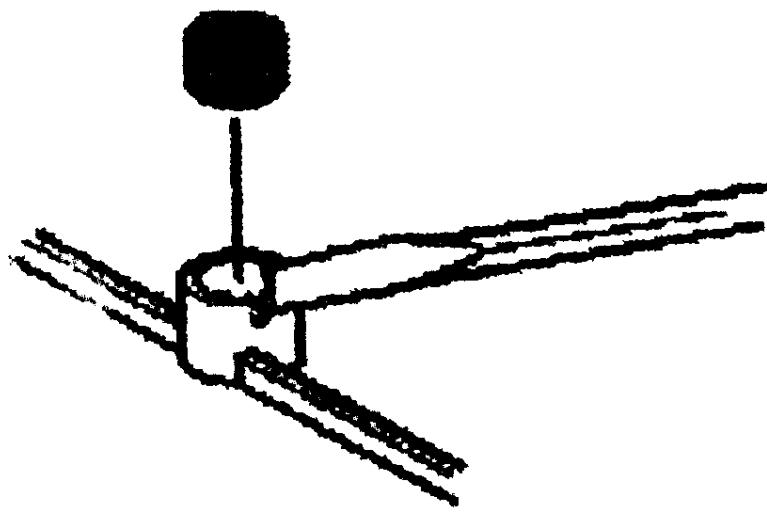

图8 送话器组件拆卸
9. 用一个改锥或类似的小工具插入送话器固定装置侧的缝隙，取下送话器组件（见图8）。